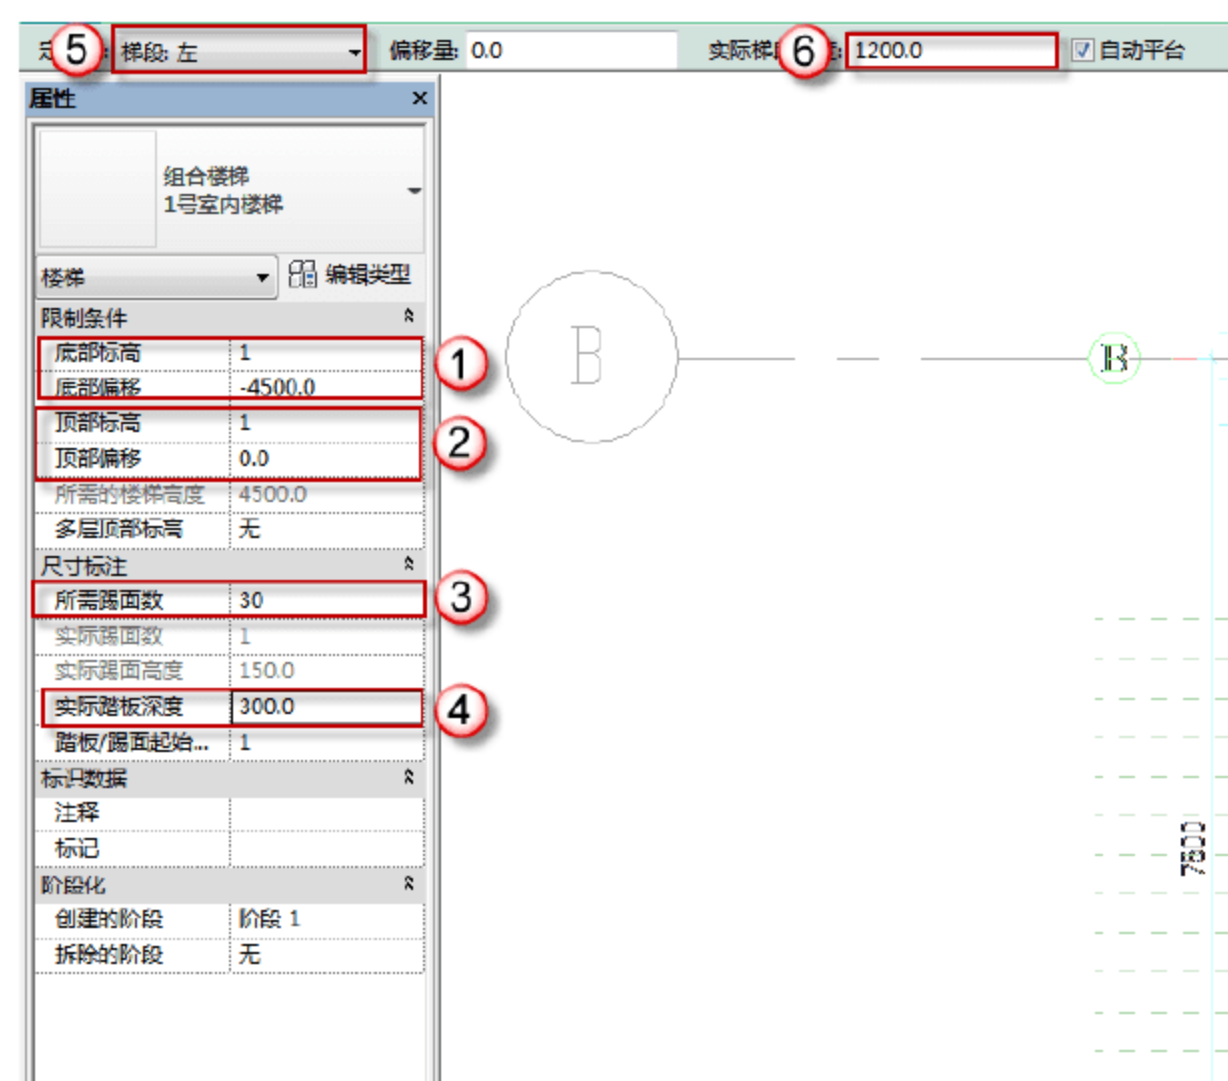

图 11.2.17 楼梯实际尺寸及位置
(13) 设置楼梯尺寸及位置。观察导入的“1 号室内楼梯” CAD 图可知该楼梯尺寸。在“属性”面板中通过设置“底部标高”为“1”层平面、“底部偏移”为“-4500.0”个单位、“顶部标高”为“1”层平面、“顶部偏移”为“0.0”个单位来确定楼梯的起始和终止高度。通过设置“所需踢面数”为“30”个，从而可以调整“实际踢面高度”为“150”mm（实际踢面高度为程序自动计算，不需要另为设置），同时调整实际踏板深度为“300”mm。在选项栏中设置“定位线”为“梯段：左”对齐，“偏移量”为“0.0”个单位，“实际梯段宽度”为“1200.0”个单位并且选中“自动平台”复选框，只有选中该复选框，画好的两跑楼梯之间才会自动生成楼梯的休息平台，如图 11.2.17 所示。